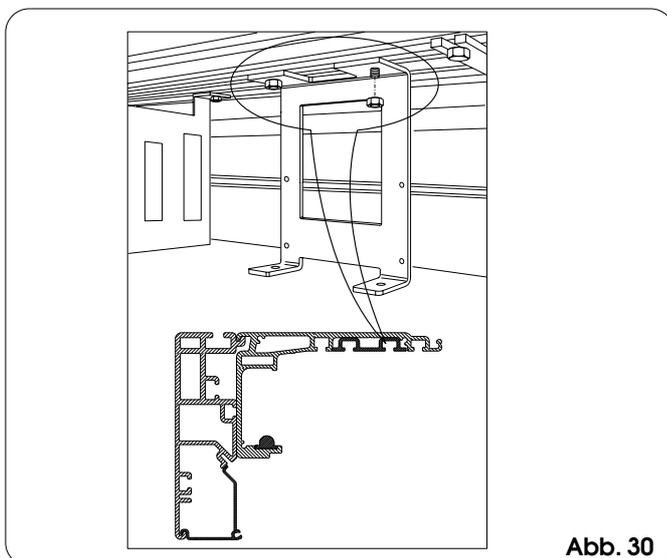

Abb. 30
- Den zentralen Bügel montieren. Dabei sind die zwei Schrauben, die sich auf dem Antriebsmodul befinden, zu verwenden (Abb. 30).